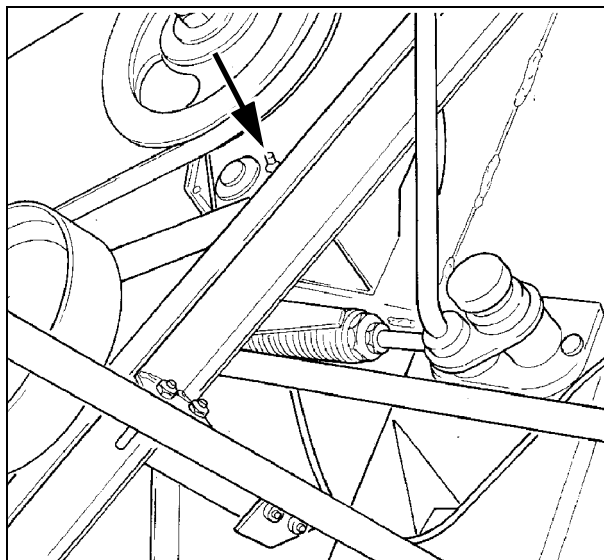

Рис. 56
44. РЫЧАГ НАТЯЖИТЕЛЯ РЕМНЯ УНИВЕРСАЛЬНОГО ТРИЕРА - Рис. 56